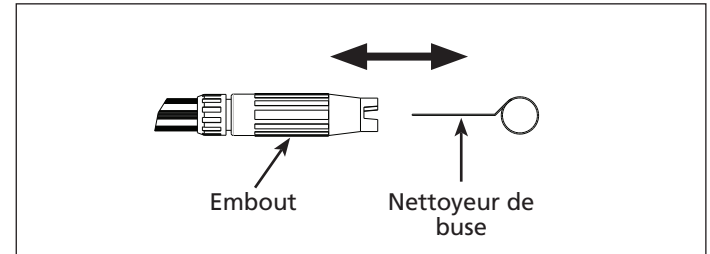

Figure 23
- Utiliser le nettoyeur de buse inclus ou un trombone déplié et insérer le fil dans le trou de l'embout pour ensuite utiliser un mouvement de va et vient jusqu'à ce que les débris soient débloqués (se reporter à la figure 23).